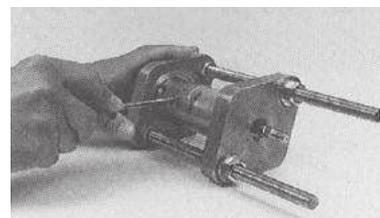

Fig.30
⑨ ロックリングの先端が挿入孔に現れたら、ドライバー等でリングの後端をこじ下げてリング溝内に押し込む。(Fig.30)
⑩ 締め付け治具を弛めてシリンダから取り外す。
⑪ ラベルをシリンダ本体に貼りつけて、ロックリング挿入孔を覆う。